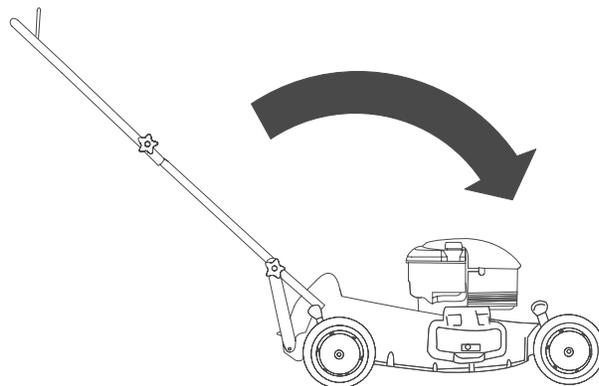

Figura 36
- Doble el manillar hacia adelante (Figura 36).